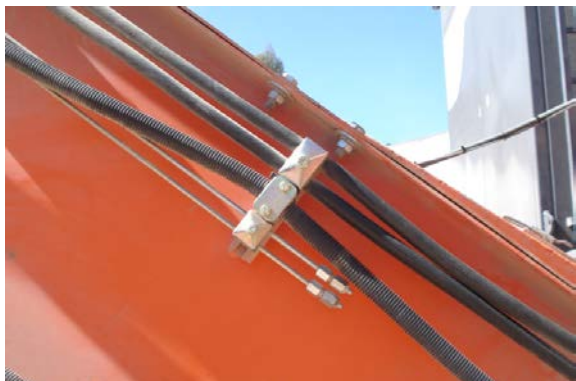

Fig. 3: Pontos de lubrificação de los cojinetes / Pontos de lubrificação dos mancais
- ▣ Para lubricación e inspección de los cojinetes de rodamiento, vea grupo 02.01.10 - Mantenimiento de los cojinetes de rodamiento. Los puntos de lubricación están centralizados en un área próxima, fig. 3
- ▣ Pour lubrifier et inspecter les paliers de roulement, voir point 02.01.10 - Entretien des paliers de roulement. Les points de lubrification sont centralisés sur une même région, Fig. 3